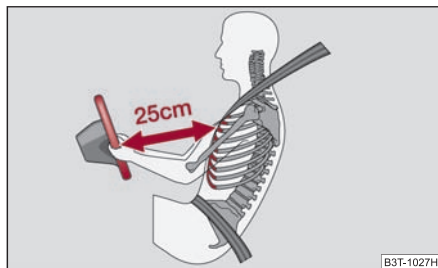

Fig. 133 Distancia de seguridad
- El conductor se ha de mantener a una distancia mínima de 25 cm del volante ⇒ fig. 133. Si no respeta la distancia mínima, el sistema de airbag no podrá protegerle - ¡Peligro de muerte!